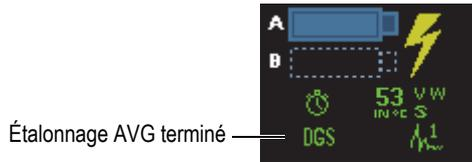

Figure 5-24 Indicateur d'étalonnage AVG terminé
- c) Sélectionnez **Accepter** pour accepter l'étalonnage et quitter l'assistant. L'indicateur d'état affiche l'étiquette AVG (voir la Figure 5-24 à la page 164).